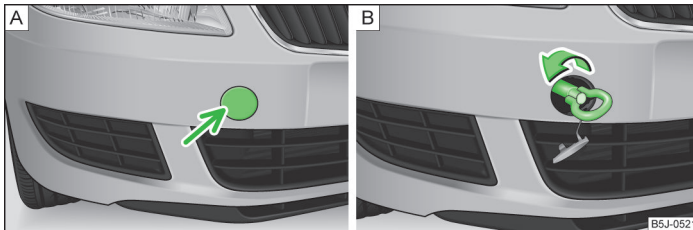

Abb. 151 Vorderer Stoßfänger: Abdeckkappe / Einbau der Abschleppöse
- Auf die linke Hälfte der Abdeckkappe im Pfeilbereich drücken » Abb. 151 - A.
- Die Abschleppöse von Hand nach links bis zum Anschlag einschrauben » Abb. 151 - B. Für das Festziehen empfehlen wir, z. B. den Radschlüssel, die Abschleppöse eines anderen Fahrzeugs oder einen ähnlichen Gegenstand zu verwenden, der durch die Öse gesteckt werden kann.